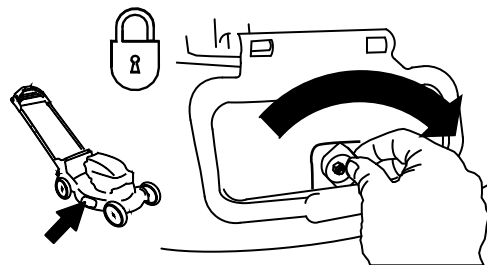

Bild 26
**Wichtig:** Verriegeln Sie das Seitenauswurfablenkblech nach dem Schließen (Bild 26).